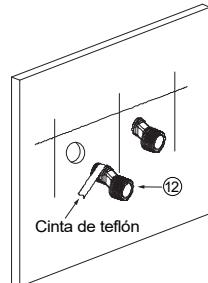

Figura 2
- c) Envuelva la cinta de teflón en sentido contrario a las agujas del reloj en la rosca del extremo G1/2, conectelos a las salidas de agua caliente y fría con una llave. Deje una profundidad adecuada fuera de la pared y ajuste la distancia entre los 2 conectores según la anchura de la entrada en la barra de ducha termostática (Figura 2).